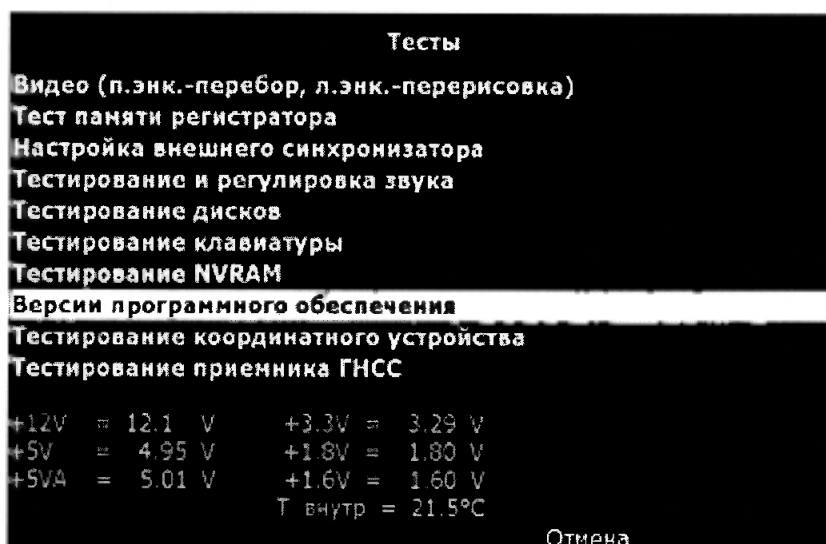

Рисунок 2
8.2.4 Используя правый энкодер, выбрать тест «Версии программного обеспечения» (Рисунок 2).